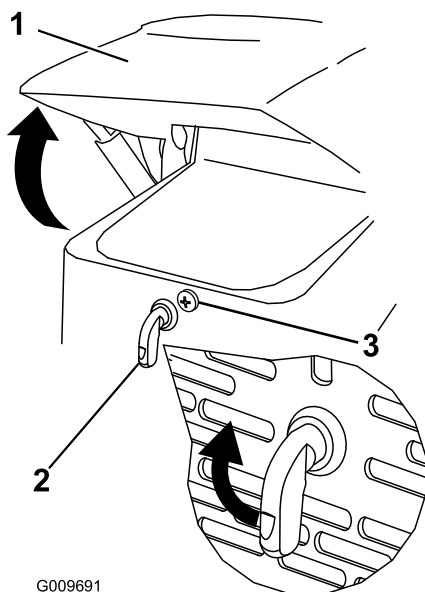

Figure 26
1. Desserrez la vis de verrouillage du capot (Figure 26)
2. Tournez le verrou du capot dans le sens horaire (Figure 26).
3. Soulevez le capot (Figure 26).
3. Serrez la vis de verrouillage du capot pour fixer le verrou (Figure 26).